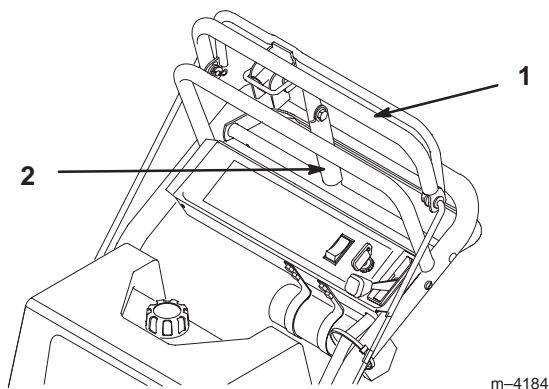

Figure 15
1. Tirez la barre de commande supérieure en arrière (Fig. 15) et maintenez-la dans cette position.
2. Soulevez le dispositif de verrouillage du frein de stationnement (Fig. 15) et relâchez progressivement la barre de commande supérieure. Le dispositif de verrouillage du frein doit rester bloqué (verrouillé) en position.
1. Tirez la barre de commande supérieure en arrière (Fig. 15). Abaissez le dispositif de verrouillage du frein de stationnement en position débloquée.